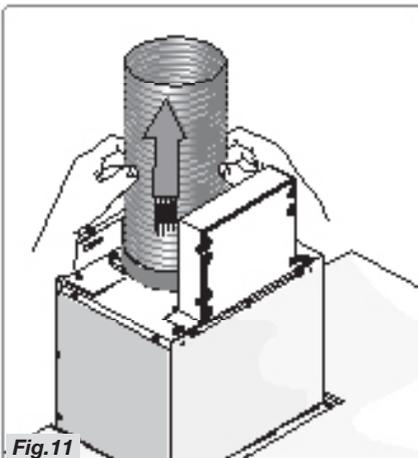

Fig.11
- Sluit de flens aan op de luchtafvoer met behulp van een buis (Fig.11).